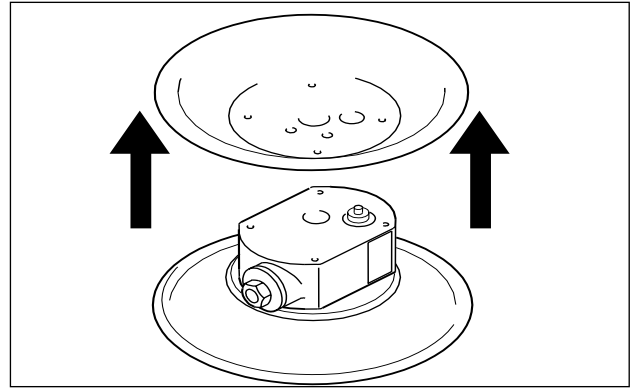

Рис. 12: Демонтаж воздушных камер
- Выньте поршневой шток со второй диафрагмой из среднего блока и демонтируйте вторую мембрану, как это описано выше (рис. 12).
- Отвинтите воздушные камеры от среднего блока (только металлические насосы, за исключением: насосов высокого давления для длительной работы, DH) (рис. 12).